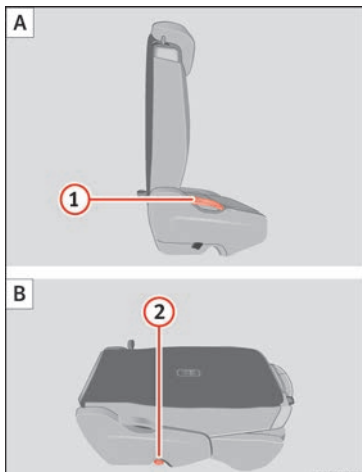

Fig. 162 Seconde rangée de sièges : rabattre le siège arrière A, siège arrière comme plancher de chargement B.
- Tirez le levier » fig. 162 1 vers le haut et rabattez le dossier entièrement vers l'avant. La banquette complète se rabat vers l'avant » Δ.
- Baissez le dossier rabattu vers l'avant jusqu'à ce qu'il soit encastré en position de plancher de chargement » fig. 162 B.
- Tirez le levier »» fig. 162 ① vers le haut et redressez entièrement le dossier. L'ensemble du siège se déplie vers l'arrière.